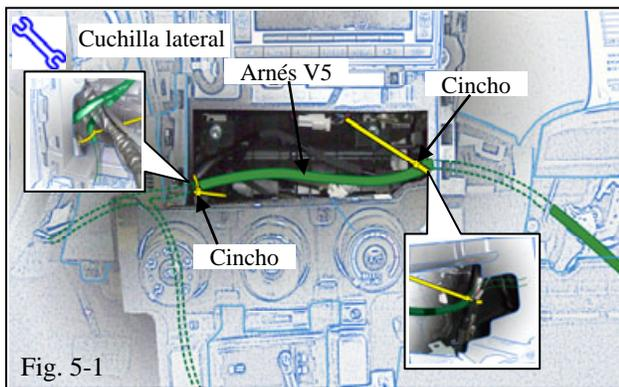

Fig. 5-1
- (a) Recorra el Arnés V5 en dirección al costado del Pasajero como se muestra. (Fig. 5-1)
- (b) Sujete el Arnés V5 al Arnés del Vehículo con 2 Cinchos. (Fig. 5-1)